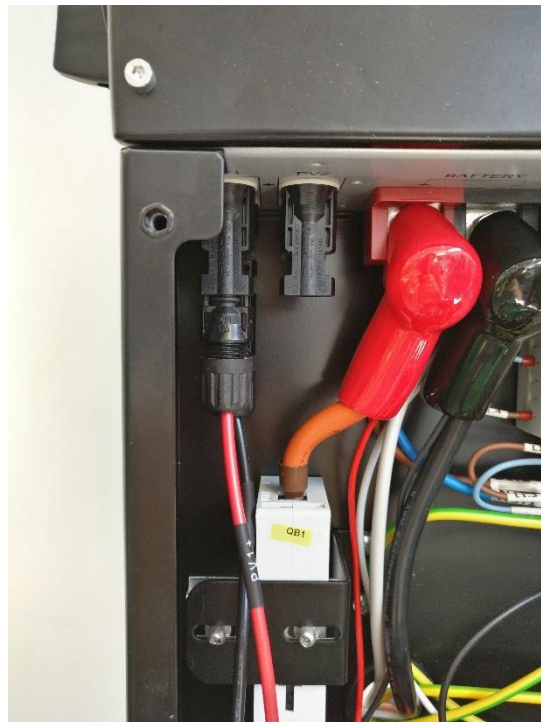

Figura 51 – Collegamento connettori MC4
- Connettore MC4 installato su cavo nero polo negativo (indicato dal numero 1 in Figura 51) da inserire su connettore posteriore presente su articolo ATG-BOX;
- Connettore MC4 installato su cavo rosso polo positivo (indicato dal numero 2 in Figura 51) da inserire su connettore anteriore presente su articolo ATG-BOX.